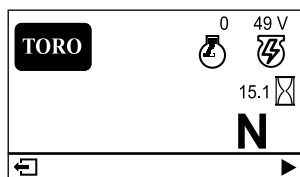

図 22
- **主画面** 図 22: キーが ON 位置にある時に、マシンの現在の情報を表示します。